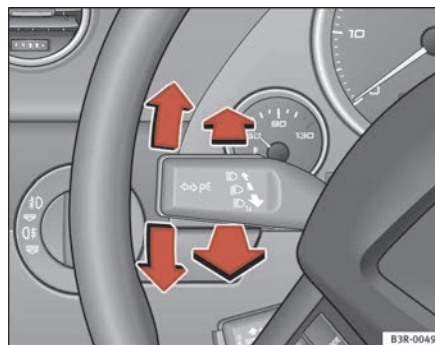

Fig. 93 Leva degli indicatori di direzione e degli abbaglianti
- Portare la leva completamente verso l'alto per mettere la freccia a destra e verso il basso per mettere la freccia a sinistra ⇒ **fig. 93**.